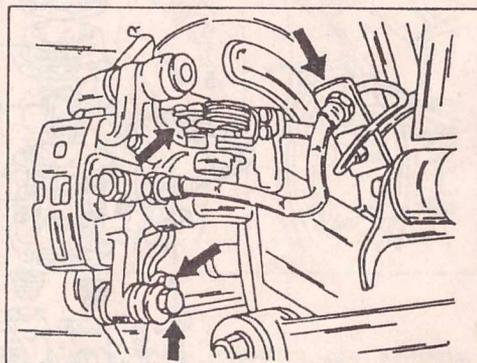

Рис. 257. Стрелки указывают на детали, отсоединяемые при снятии заднего суппорта.
- В соответствии с рис. 257 отсоединить тормозной шланг и трубопровод. Для снятия тормозного трубопровода отвернуть накидную гайку, вынуть стопорную пластину из держателя и снять шланг. Заглушить концы шланга и трубопровода для предотвращения попадания в них грязи.